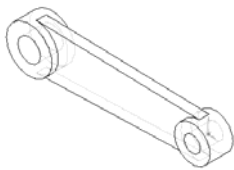

图 5-44 生成切除特征
2) 设置切除的终止条件为 [完全贯穿], 单击  按钮, 生成切除特征, 如图 5-44 所示。